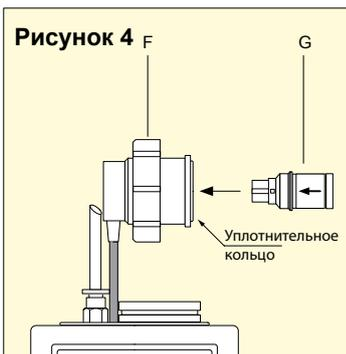

Рисунок 4
Вставьте новый датчик (G) в патрон внутри держателя, совмещая выступ патрона с канавкой датчика и стрелкой на этикетке датчика - Рисунок 4.